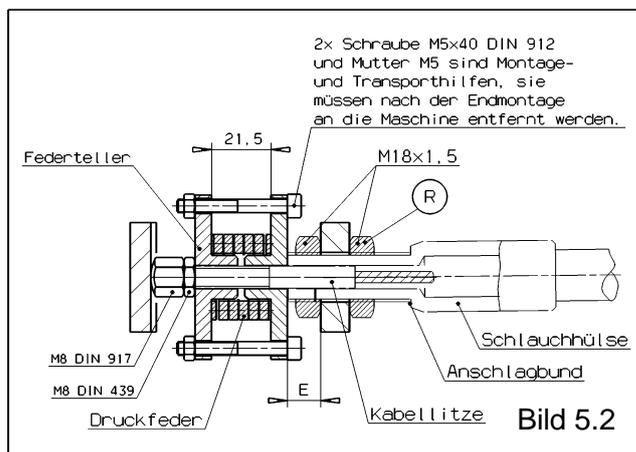
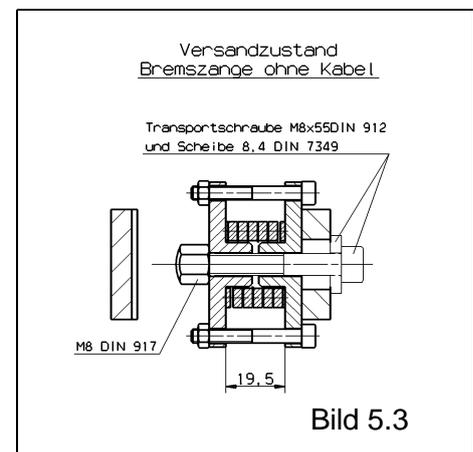

Bild 5.2
Bild 5.3
Die Bremseinheit (Bremszange, Zugkabel und Handbremshebel) wird komplett montiert geliefert. Im Anlieferungszustand ist die Bremszange nicht betriebsbereit, da die Druckfeder mittels 2 Schrauben M5x40 DIN 912 maximal zusammengezogen und gesichert ist (siehe Bild 5.2 unter Absatz 5.3). Hierdurch hat die Bremszange einen Öffnungsspalt von ca. 14 mm zwischen den Reibklötzen und ein Ein- bzw. Anbau ohne Handbremshebelbetätigung ist möglich.
Bei Lieferung ohne Zugkabel ist die Druckfeder wie in Bild 5.3 unter Absatz 5.3 gezeigt montiert.
Wurde die Bremszange ohne Zugkabel bestellt oder ist es nicht an der Bremszange montiert, Montagezustand siehe Bild 5.3, lösen und entfernen Sie die Transportschraube M8x55 DIN 912 und die Scheibe 8,4 DIN 7349. Befestigen Sie das Kabelende mittels den beiden Muttern M18x1,5 am Bremshebel wie in Bild 5.2 gezeigt, montieren Sie das Kabel auf ein Abstandsmaß "E" von 10 mm und ziehen Sie die beiden Muttern fest an. Schieben Sie die vorgespannte Druckfedereinheit über das Ende der Kabellitze. Drehen Sie zuerst die Mutter M8 DIN 439 auf das Gewindeende der Kabellitze anschließend dann die Nutmutter M8 DIN 912 bis zum Anschlag sichern Sie dann die Nutmutter durch Kontern mit der Mutter M8 DIN 439.
Nach dem alle Einstell- und Montagevorgänge abgeschlossen sind, müssen Sie für eine vollfunktionsfähige Bremszange noch die beiden Transport- und Montagehilfsschrauben M5x40 DIN 912 und die zugehörigen Muttern M5 entfernen (siehe Bild 3.1 bzw. Bild 5.2) ! Erst hiernach ist die Bremszange voll einsatzfähig und das Halte- bzw. Bremsmoment steht zur Verfügung. Jetzt sollte bei geschlossener Bremszange (der Bremshebel befindet sich nicht über dem 0-Punkt) das Maß zwischen den beiden Federtellern ca. 21,5 mm betragen.
- Messen Sie das Maß "E" (siehe Bild 1 bzw. Bild 5.2).
- Lösen Sie die beiden Muttern M18x1,5, Befestigung vom Zugkabel am Bremshebel (siehe Bild 5.2) und drehen Sie die Mutter "R" um den Betrag vom Nachstellmaß zum Zugkabel hin.
- Erreicht bei geschlossener Bremszange der Einstellbolzen am Handbremshebel die obere Endstellung, oder der Bolzen (10) stößt am Ende der Nut an, ist ein weiteres Entspannen der Druckfeder (und somit aufbringen einer Bremskraft) nicht mehr möglich. Befindet sich gleichzeitig die Mutter "R" am Anschlagbund der Schlauchhülse (siehe Bild 5.2) ist auch eine Nachstellung nicht mehr möglich, jetzt müssen die Reibklötze gewechselt werden.
- Lösen Sie die beiden Muttern M18x1,5, Befestigung vom Zugkabel am Bremshebel (siehe Bild 5.2) und stellen Sie durch axiales Verschieben der Schlauchhülse das Maß "E" auf 10 mm ein. Sichern Sie die Position des Zugkabels durch Kontern der Muttern M18x1,5 gegen den Bremshebel.